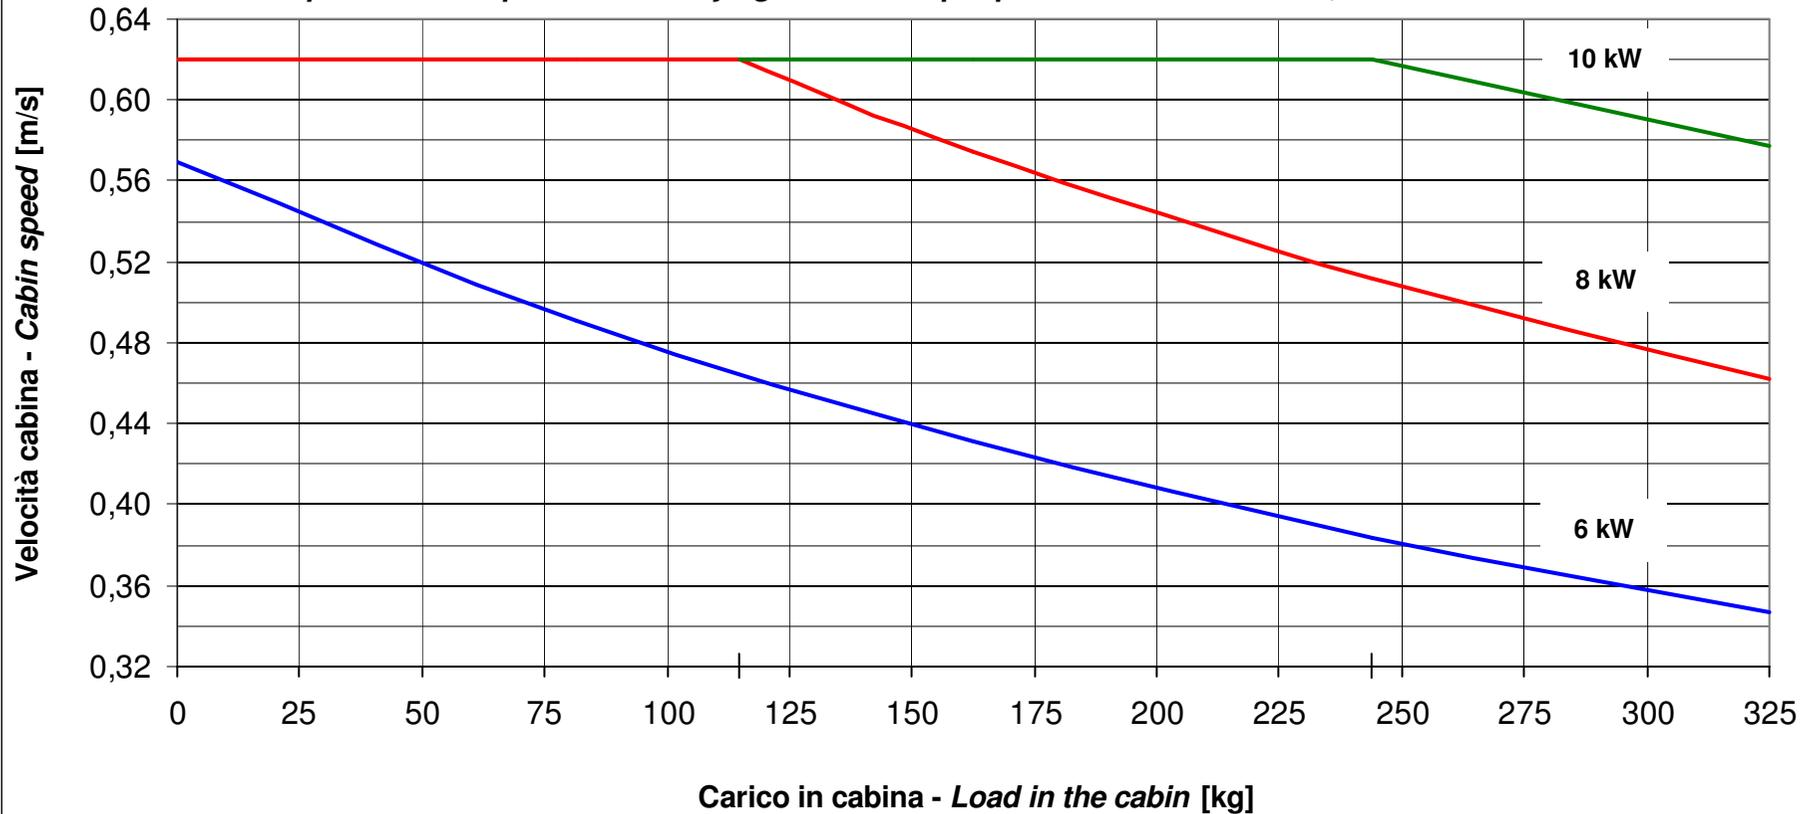

Figura 1
- II) grazie alla funzione di "limitazione della potenza impegnata" attivabile dall'utente, riduce automaticamente la velocità in salita in alcune condizioni di carico, così da non superare la potenza contrattualmente convenuta con il fornitore di energia elettrica, pur mantenendo comunque la capacità del motore di sollevare anche un carico superiore al normale. Ciò consente di poter impegnare una potenza contrattuale inferiore, rispetto a quella tipicamente richiesta per impianti che utilizzano la stessa taglia di motore alimentato direttamente da rete, accettando però che la velocità di crociera della cabina si riduca in alcune condizioni di carico (vedi figg. 1, 2, 3, 4, 5, 6 e 7). Ad esempio, osservando la figura 1, si può notare che: